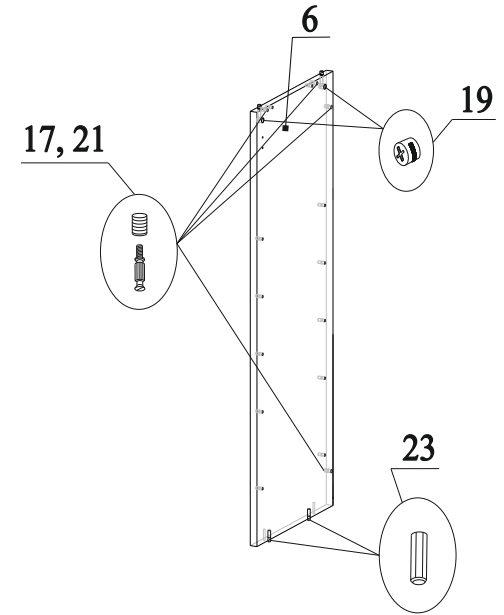

Рис.5
8. В отверстия на детали 6 вставить эксцентрики 19 стрелками к торцевым отверстиям (рис.5);
9. В отверстия с обеих сторон на детали 6 вбить муфты 21 и вкрутить в них дюбеля 17 (рис.5);
10. В нижний торец детали 6 вставить шканты 23 (рис.5);